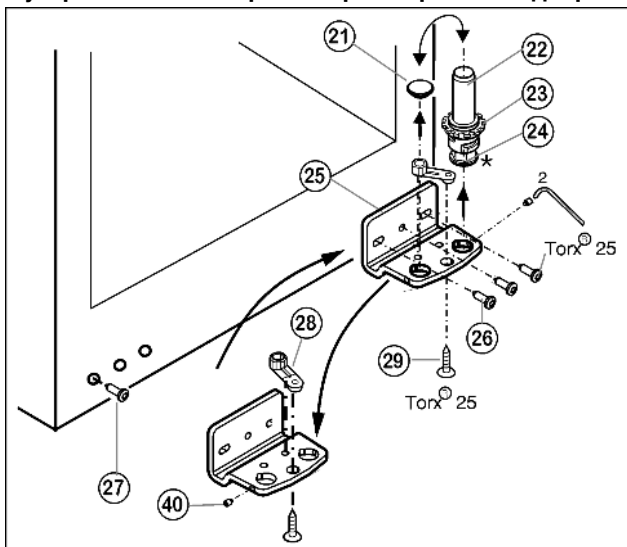

Fig. 8\*
- ▶ Открутите опорную деталь Fig. 8 (28) и снова прикрутите Fig. 8 (29) внутри с поворотом на 180°.
- ▶ Открутите Fig. 8 (29) опорную деталь Fig. 8 (28) и, переставив в отверстие на противоположной стороне опорного кронштейна, снова прикрутите.